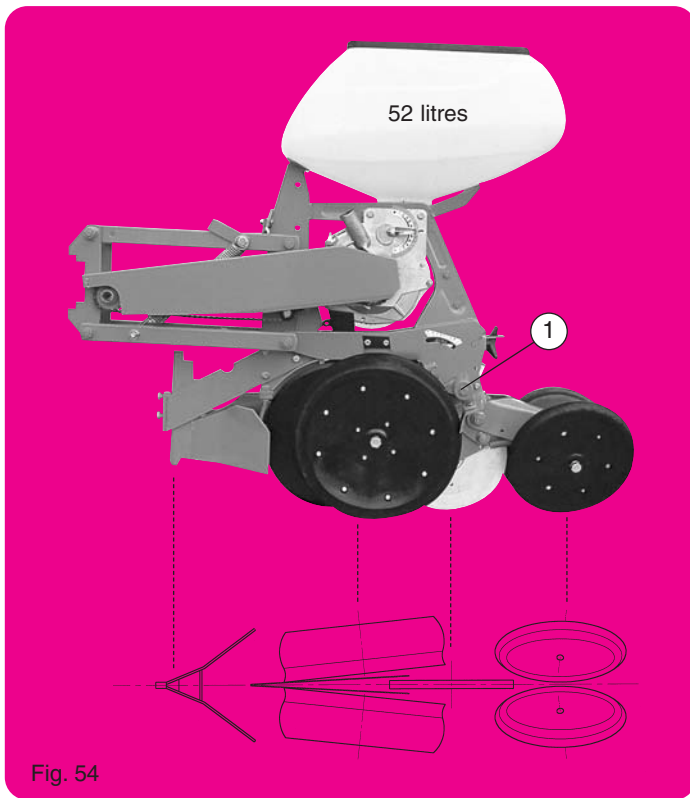

Fig. 54
- Semoir attelé, enlever les roues latérales de jauge avec les bras par les vis ① (fig. 54).
- Sämaschine ausheben, entfernen Sie die Schrauben ① - Fig. 54 und demontieren Sie die seitlichen Andruckrollen mit Armen.
- With planter hitched, remove the side gauge wheels with arms by using the screws ① (fig. 54)